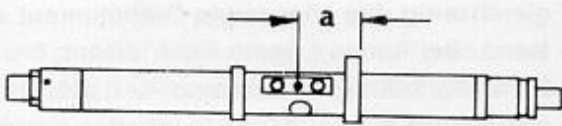
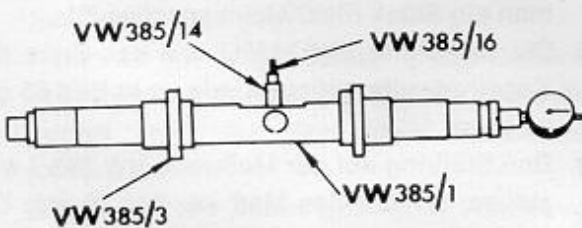

Bild 86
Bild 87
- Den Stellring auf der Meßwelle VW 385/1 einstellen, so daß das Maß «a» ca. 75 mm beträgt. Das herzustellende Maß ist in Bild 86 gezeigt. Danach die Meßwelle mit den in Bild 87 gezeigten Werkzeugen bestücken.